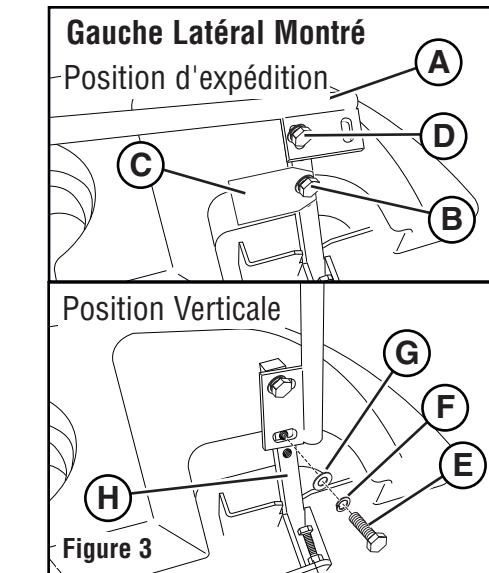

Figure 3
The ground speed / steering control levers (A, Figure 3) must be moved to the upright position before attempting to operate the machine.
- Remove the bottom mounting hardware (B). Discard the manilla tag (C).
- Loosen the upper mounting hardware (D).
- Position the ground speed / steering control levers in the upright position. See Figure 3.
- Loosely install the 5/16-18 X 1" bolt (E), 5/16" lock washer (F), 5/16" flat washer (G) that was removed in step 1, through the ground speed / steering control lever into the control lever base (H) as shown in Figure 3.
Les leviers de commande de vitesse de déplacement/direction (A, Figure 3) doivent être mis en position verticale avant de tenter d'utiliser la machine.
1. Retirer la quincaillerie de fixation inférieure (B). Jeter l'étiquette en papier manille (C).
2. Desserrez la quincaillerie de fixation supérieure (D).
3. Positionner les leviers de commande de vitesse de déplacement/direction en position verticale. Voir Figure 3.
4. Installer, sans les serrer, le boulon 5/16-18 X 1 po (E), la rondelle frein 5/16 po (F) et la rondelle plate 5/16 po (G) à travers le levier de commande de vitesse de déplacement/direction dans la base de levier de commande (H) comme l'indique la Figure 3.